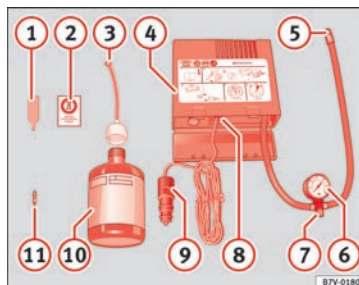

Fig. 88 Havarisættets dele
» Fig. 88:
Tilslut dækpåfyldningsslangen » Fig. 88 ⑤ igen, og aflæs dæktrykket på dæktryksmåleren ⑥.